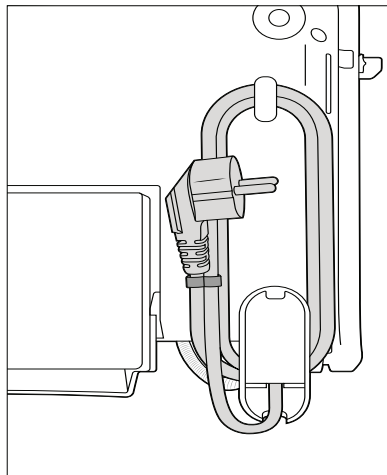

Fig. 2
- ◆ En la parte inferior del aparato hay un enrollables ③. Enrolle el cable de red en sentido horario alrededor del enganche y de la pata del aparato (fig. 2).